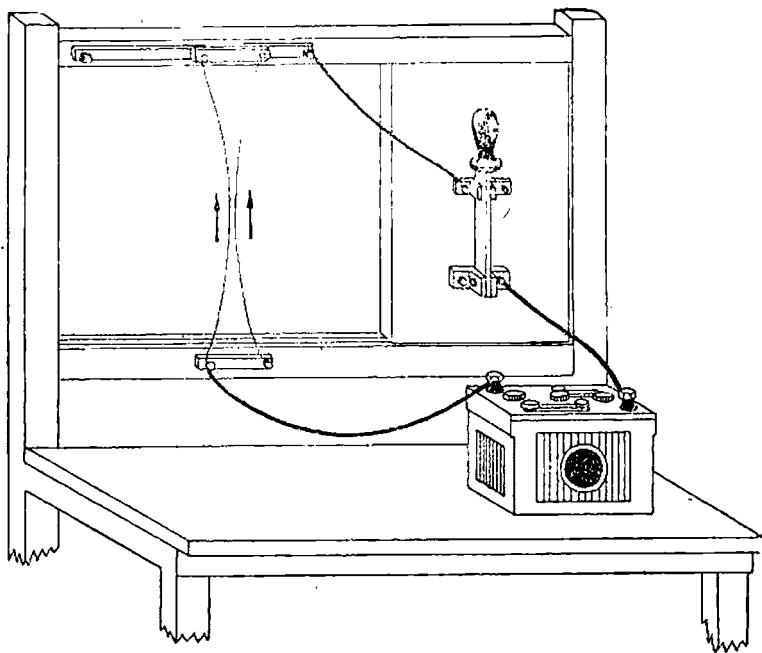

Fig. 106. — Acțiunile reciproce ale curenților de același sens
60. **Forțele între curenții electrici.** Să facem montajul arătat în fig. 106, 107, folosind în acest scop sărmă subțire și flexibilă.
Să închidem întrerupătorul; în cei doi conductori paraleli din fig. 106, trec doi curenți de același sens. Observăm că aceștia se apropie.